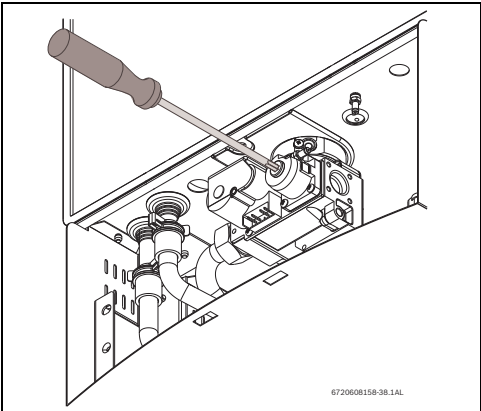

Fig. 54 Ajuste de CO₂ no modo P2
- Colocar a tampa de protecção da parte frontal da válvula de gás, Fig. 54.